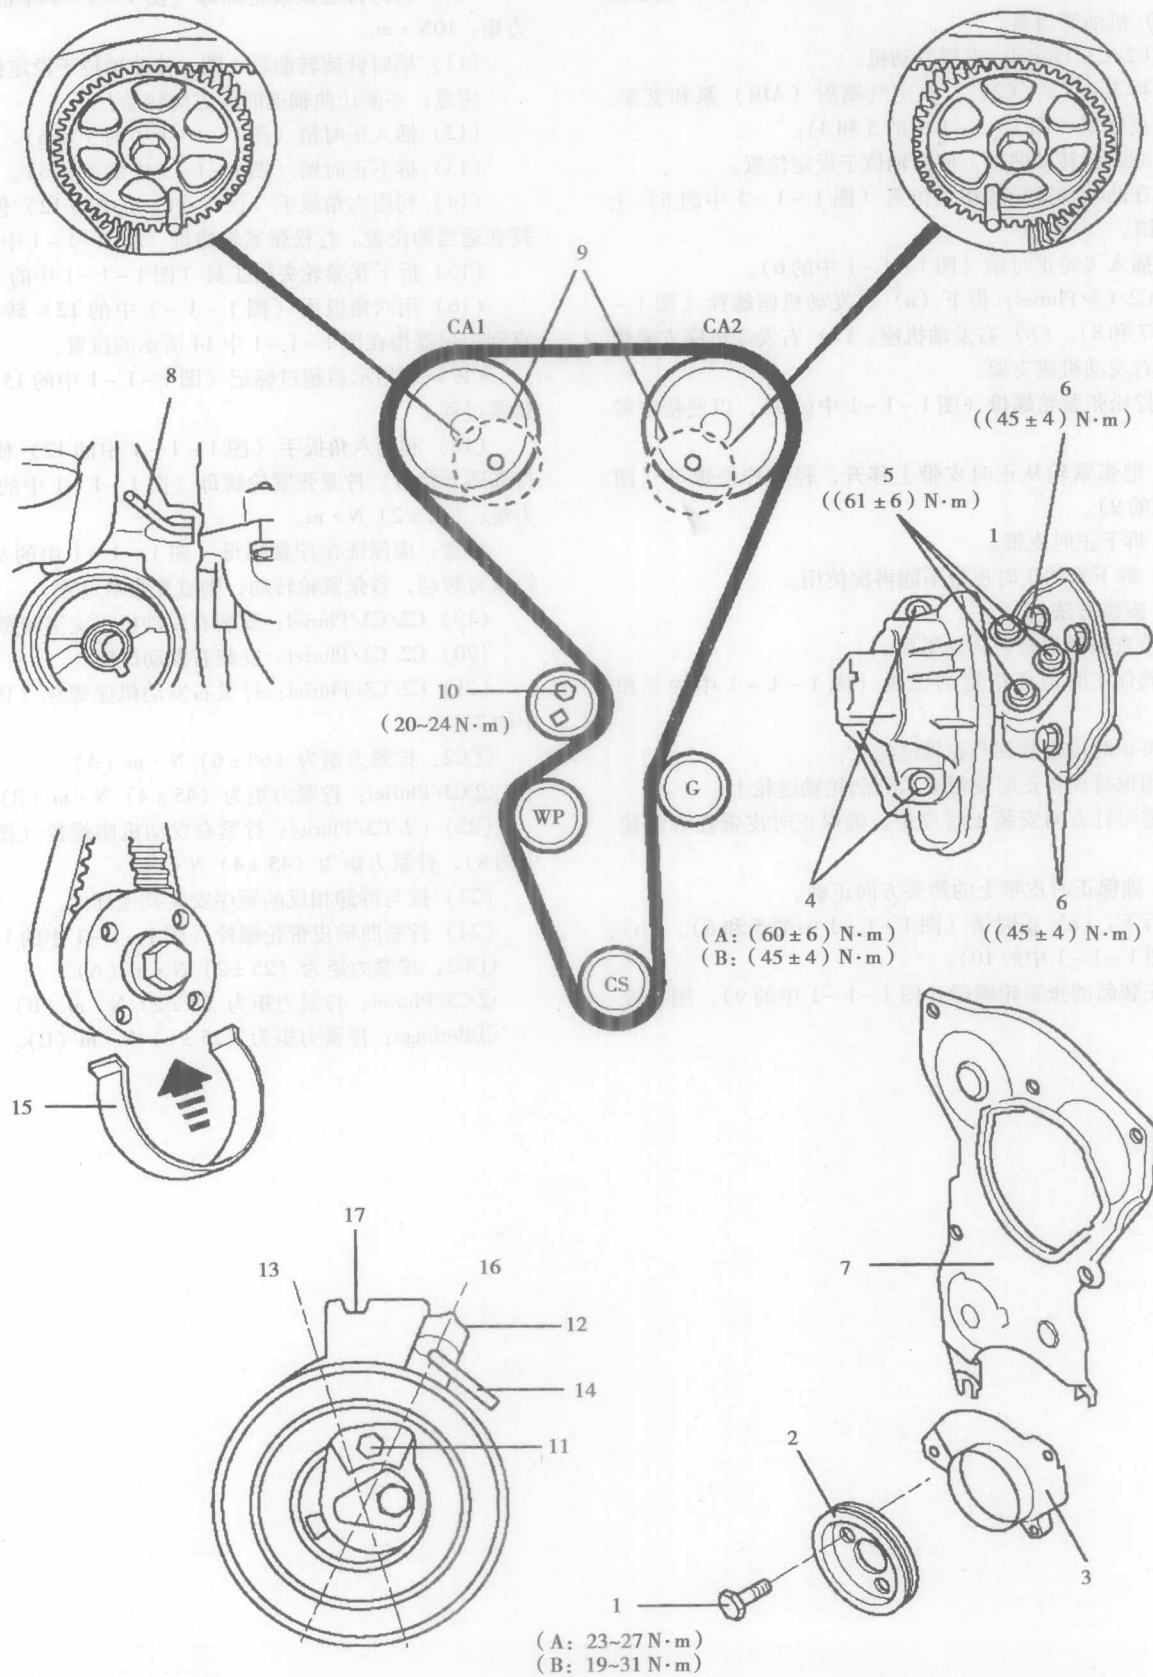

图 1-1-2 示意图
(一) 示意图 (图 1-1-2)
(1) 将车身前端举起并支撑好。
(2) 拆下: (a) 右前轮。(b) 右挡泥板。(c) 辅助驱动带。(d) 曲轴皮带轮螺栓 (图 1-1-2 中的 1)。(e) 曲轴皮带轮 (图 1-1-2 中的 2)。(f) 机油滤清器。
(3) 支撑发动机。
(4) 拆下: (a) 正时皮带下罩 (图 1-1-2 中的 3)。(b) 右发动机座螺栓 (图 1-1-2 中的 4 和 5)。(c) 右发动机座。(d) 右发动机座支架螺栓 (图 1-1-2 中的 6)。(e) 右发动机座支架。(f) 正时皮带上罩 (图 1-1-2 中的 7)。
(5) 顺时针旋转曲轴, 使曲轴位于设定位置。
(6) 安装飞轮锁止工具 (图 1-1-2 中的 8)。
(7) 在凸轮轴链轮的相关位置 (图 1-1-2 中的 9) 上插入正时销。
(8) 拧松张紧轮螺栓 (图 1-1-2 中的 10)。
(9) 将六角扳手插入张紧轮的相关位置 (图 1-1-2 中的 11)。
(10) 顺时针转动张紧轮, 直到指示器 (图 1-1-2 中的 12) 指到相关位置 (图 1-1-2 中的 13)。
(11) 用张紧轮锁止销 (图 1-1-2 中的 14) 将张紧轮锁止。
(12) 拆下正时皮带。